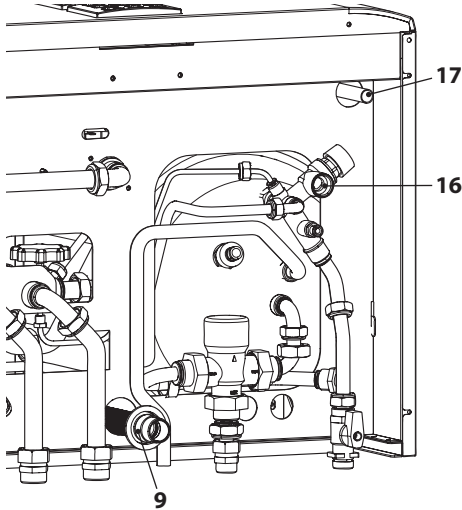

Figura 5.4
- Collegare lo scarico delle valvole di sicurezza 16 e 17 in Figura 5.4 ad un imbuto di scarico.
- Inserire il tubo flessibile di scarico condensa 9 in Figura 5.4 all'interno del condotto di scarico condensa domestico o nell'imbutto di scarico della valvola di sicurezza, qualora lo scarico sia idoneo a ricevere condensa acida.